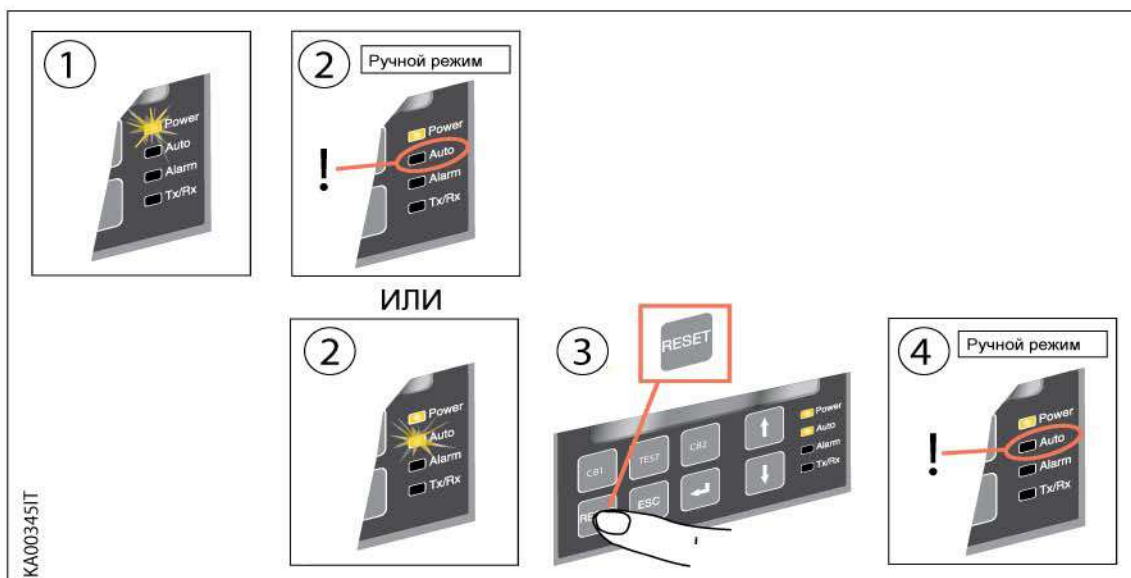

Рисунок 5.2: Описание процедуры выбора Ручного режима работы ATS022
- Убедитесь, что горит светодиод Power, смотри Рисунок 5.2/1
- Если светодиод Auto не горит, то блок находится в Ручном режиме, смотри Рисунок 5.2/2.
- Если светодиод AUTO горит, то нажмите на кнопку RESET, смотри Рисунок 5.2/3 .
Светодиод Auto погаснет и блок перейдёт в Ручной режим, смотри Рисунок 5.2/4 .